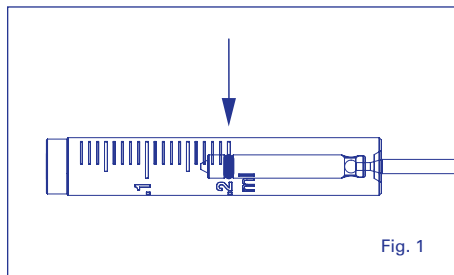
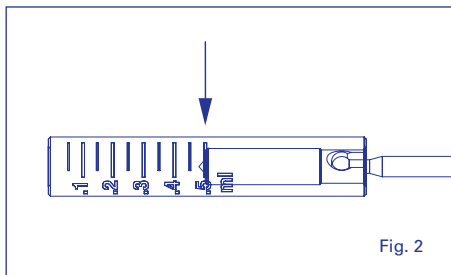

Fig. 1
Fig. 2
Impostazione del volume (fig. 1 e 2)
Allentare il dado di serraggio (5) e ruotare il manicotto (4) per centrare l'O-ring sul valore desiderato nei modelli da 0,1 - 0,2 e 0,3 ml (fig.1). Per il modello da 0,5 ml, centrare l'estremità dello stantuffo sulla graduazione desiderata (fig. 2). Stringere il dado di serraggio (5) allo scopo di impedire qualsiasi alterazione accidentale del volume. Attivare lo stantuffo un paio di volte per verificare il buon funzionamento.
Regulación del volumen (Figs. 1 y 2)
Aflojar la tuerca de bloqueo (5) y girar el casquillo (4) para centrar la junta tórica en la graduación deseada en los modelos 0,1, 0,2 y 0,3 ml (Fig. 1). Para el de 0,5 ml, centrar el borde del émbolo en la graduación deseada (Fig. 2). Apretar la tuerca de bloqueo (5) para evitar cualquier alteración del volumen. Activar varias veces el émbolo para verificar que funciona correctamente.
Ajuste do volume (Fig 1 e 2)
Desaperte a porca de bloqueio (5) e gire o encaixe (4) para centrar o O-ring na graduação desejada nos modelos de 0,1, 0,2 e 0,3 mL (Fig 1). Para o de 0,5 mL, alinhe a extremidade do êmbolo na graduação desejada (Fig. 2). Aperte a porca de bloqueio (5) de forma a evitar qualquer alteração de volume. Ative algumas vezes o êmbolo para verificar o bom funcionamento.